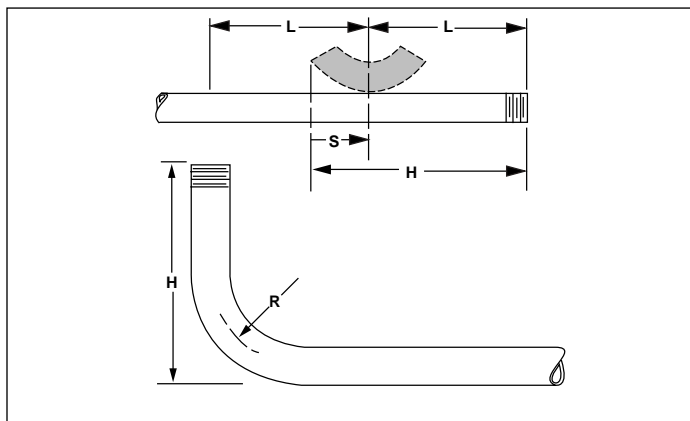

Figura 5
1. Marque a dimensão desejada da curva para cima (**H**) no comprimento total do tubo (ver figura 5).